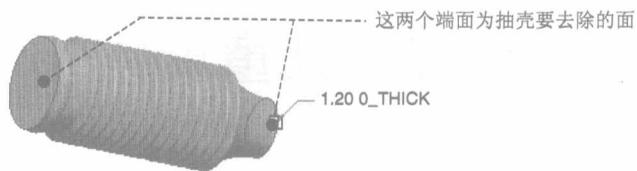

图 1.9 壳 1
Step6. 添加抽壳特征——壳 1。选择下拉菜单 **插入(I)** → **■ 壳(U)...** 命令；要去除的面如图 1.9 所示，壁厚值为 1.2。